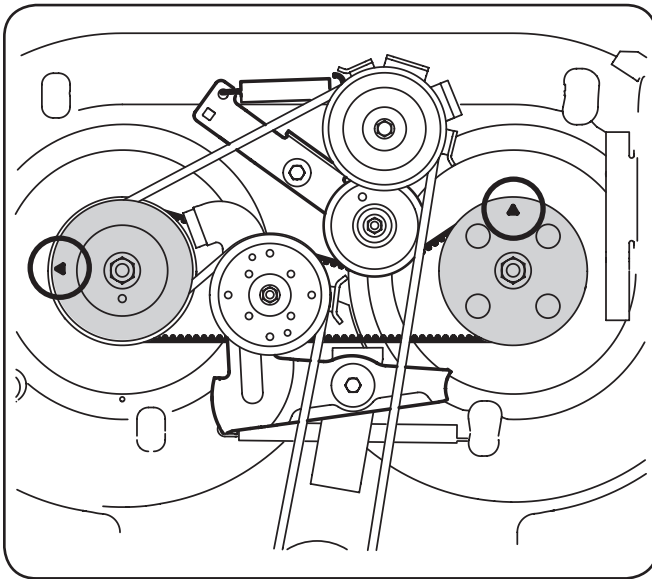

Figure 6-6
- La parte superior de cada polea de husillo está marcada con una flecha. Vea Figure 6-6. Las flechas deben estar perpendiculares (a un ángulo de 90°) entre sí.